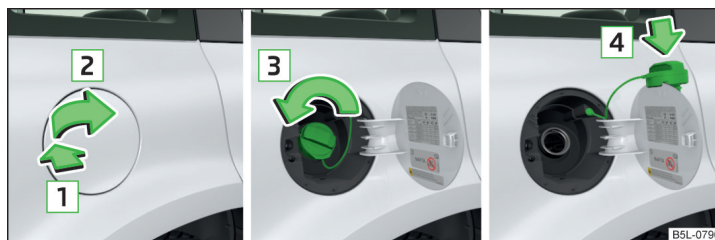

Fig. 155 Abrir la tapa del depósito/ desenroscar el cierre del depósito/ cerrar el cierre del depósito en la tapa del depósito
- Presionar la tapa del depósito en el sentido de la flecha 1 y abrirla en el sentido de la flecha 2 » fig. 155.